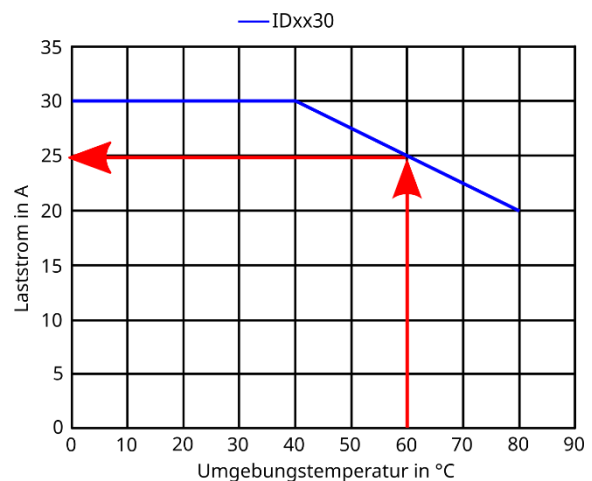

Abbildung 13: Beispiel zur Ermittlung des max. zulässigen Laststroms
- ⇒ Der max. zulässige Laststrom ergibt sich direkt aus Abbildung 13, in diesem Fall 25A.